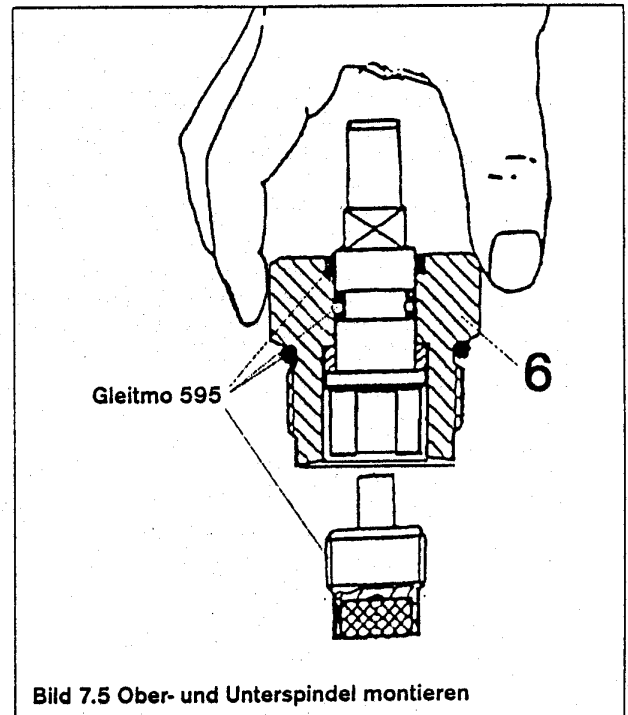
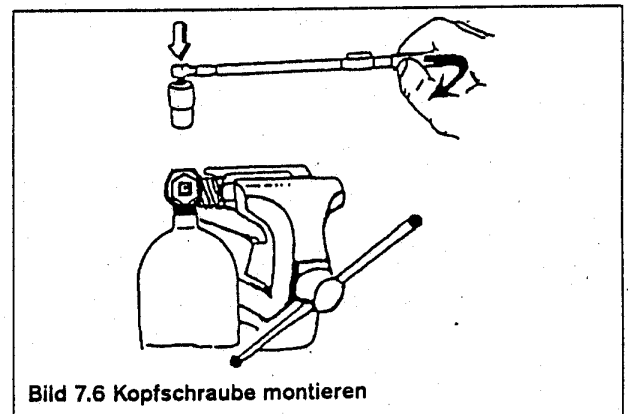

Bild 7.5 Ober- und Unterspindel montieren
Bild 7.6 Kopfschraube montieren
- 2 Unterspindel (10) mittels Oberspindel (9) bis auf den Dichtkrater ins Gehäuse hineinschrauben und 1/2 Umdrehung zurückdrehen (Bild 7.5)
- 3 Gleitring (13) über den Schaft der Oberspindel (9) ziehen, Stützring (11) und neuen Dichtring (12) montieren.
- 4 Neue Dichtringe (8 und 7) in die Kopfschraube (6) einsetzen. Alle Gleit- und Dichtringe mit einem Film Gleitmo 595 versehen.
- 5 Kopfschraube (6) über den Schaft der Oberspindel stecken, dabei greift ihre Gabel über den Steg der Unterspindel. Die Teile so zunächst von Hand ins Ventilgehäuse schrauben.
- 6 Kopfschraube (6) mittels Drehmomentschlüssel und Sechskant-Steckeinsatz SW 22 (R 51 336) anziehen (Bild 7.6)